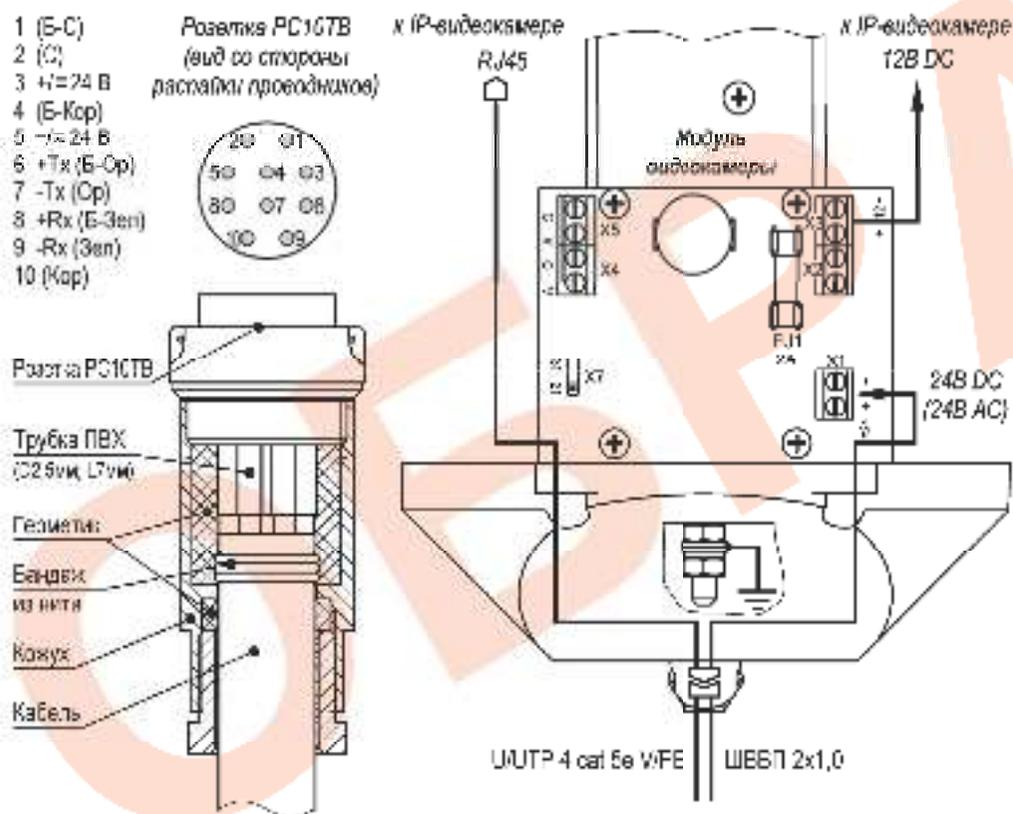

Рис.2 Распайка разъема PC10TV и схема подключения IP-видеокамеры
1. Распаять обратную часть разъема PC10TV согласно требованиям к электромонтажу в соответствии с рис.2. После распайки разъем заполнить герметиком кремнийорганическим.
5. При необходимости изменить мощность обогрева, выкрутить 4 винта крепления задней крышки гермобокса, вывинуть модуль видеосъемки из кожуха и установить джампер X7 в нужное положение (рис.2). Установить модуль видеосъемки обратно в кожух. Закрутить 4 винта крепления задней крышки с усилием $5 \pm 0,5 \text{ Нм}$.
Предприятием изготовителем диаметр Х7 установлен в положение «31» - мощность обогрева 31 Вт, для изменения мощности на 21 Вт диаметр Х7 необходимо переставить в положение «21» (см. рис.2).